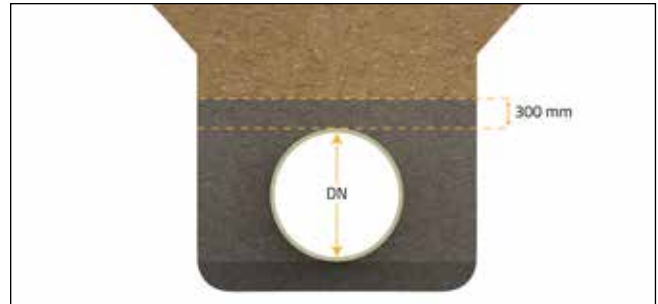
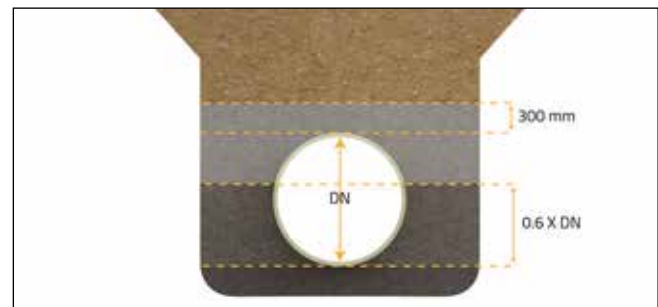

Abb. 16: Einbau-Typ 1
Abb. 17: Einbau-Typ 2
Es werden zwei Standardverfüllungen für die Rohrzone (4) empfohlen (Abb. 16 und Abb. 17). Die Wahl zwischen den beiden Einbautypen hängt von den Eigenschaften des anstehenden Bodens, den Verfüllmaterialien, der Verlegetiefe, den Projektanforderungen, der Nennsteifigkeit der Rohre und den Betriebsbedingungen ab.